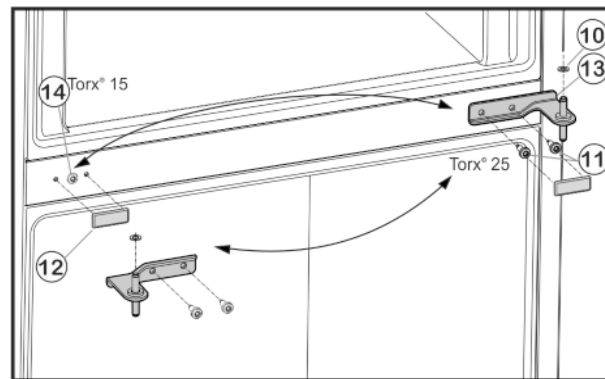

Fig. 5
- Befestigungsschrauben Fig. 5 (11) abschrauben (2 mal Torx® 25) und Lagerbock Mitte aus der unteren Tür herausziehen.
- Kunststoffscheibe Fig. 5 (10) abnehmen.
- Abdeckung Fig. 5 (12) vorsichtig abziehen.
- Befestigungsschraube Fig. 5 (14) abschrauben (1 mal Torx® 15) und auf der Gegenseite wieder aufsetzen.
- Abdeckung Fig. 5 (12) auf der Gegenseite wieder aufsetzen.
- Lagerbock Mitte Fig. 5 (13) um 180° gedreht in die untere Tür einsetzen und mit Befestigungsschrauben Fig. 5 (11) (2 mal Torx® 25) auf die neue Scharnierseite **fest (mit 4 Nm)** anschrauben.
- Kunststoffscheibe Fig. 5 (10) wieder aufsetzen.
- Obere Tür auf den Lagerbock Mitte Fig. 5 (13) setzen.